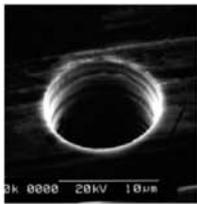

図 4
①切削加工
- ・微細穴の加工例：黄銅・内径 $10\mu\text{m}$ (図 4)